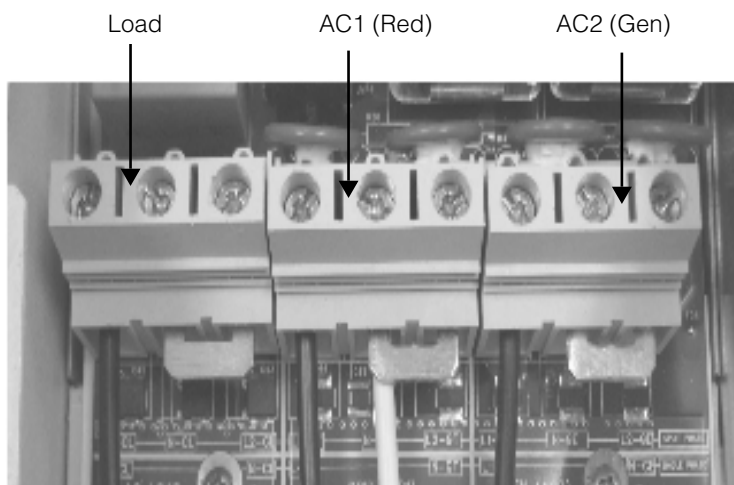

Figura C-6 Ubicaciones de puentes y configuración de cables de CA en puertos de CA
2. Inserte un puente grande en cada conector para poner en corto N y L2, como se muestra en Figura C-6.
3. Conecte los cables de CA como se muestra en Figura C-6. Inserte el puente encima del cable.